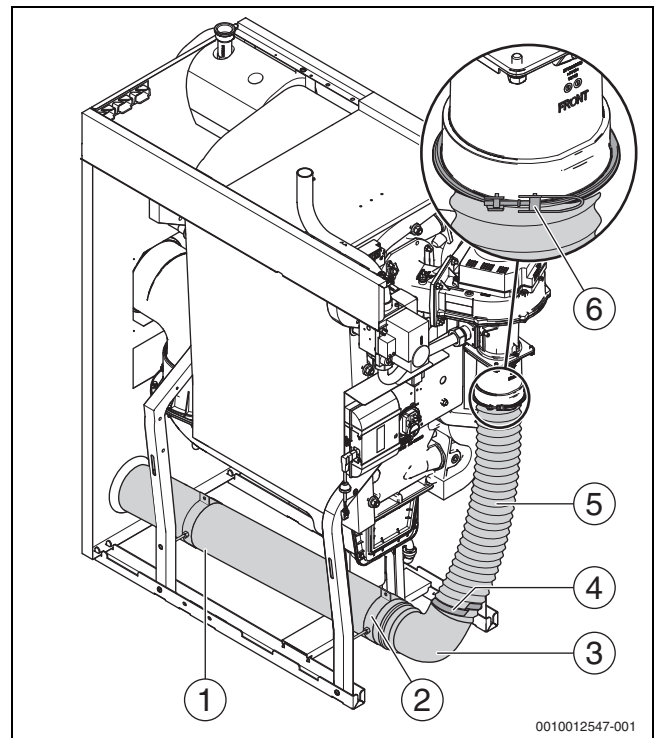

Bild 14 Zubehör-Set für raumluftunabhängigen Betrieb
- ▶ Adapter (→Bild 14, [6]) auf Ansaugstutzen des Brenners montieren und mit Klappschelle sichern.